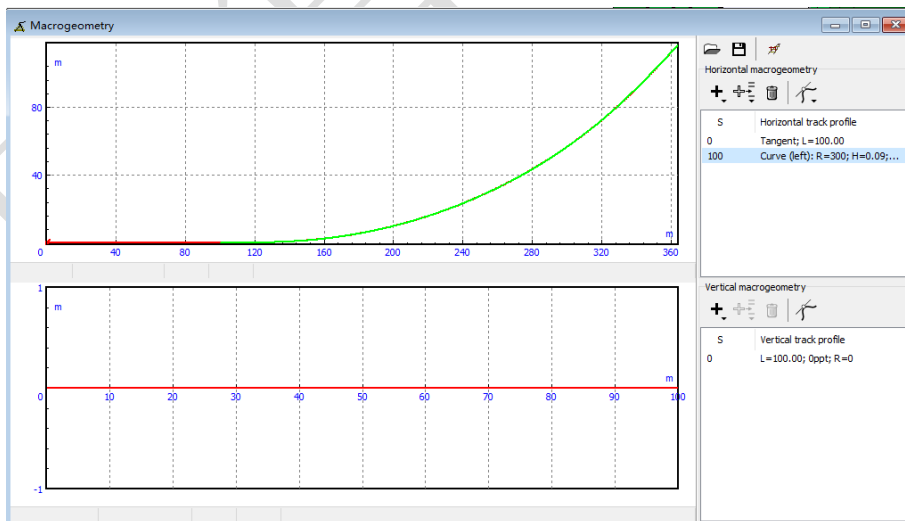

图 1.11
2. 窗口界面由上下两部分组成，其中上部用于描述铁路平面曲线，下部用于描述纵断面。在上部窗口右侧点击按钮，选择 **Add curve**，添加一段标准曲线（缓和曲线-圆曲线-缓和曲线），如图 1.11 所示。
3. 曲线半径默认为 300m，在图 1.11 中双击 **Curve** 一栏，弹出曲线参数页面。修改曲线半径为 **600m**，点击 **Apply**。